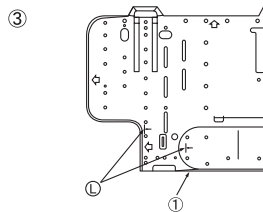

Fig. 3-7
- ③ Wenn das konische Rohr vorab in die Mauer eingefügt wurde: (Fig. 3-7)
- ① Wandbefestigung